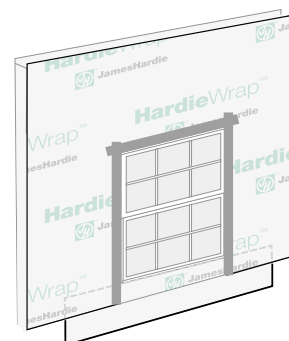

ilustración 14
- Selle con cinta la unión con el dintel como se muestra (ilustración 14).